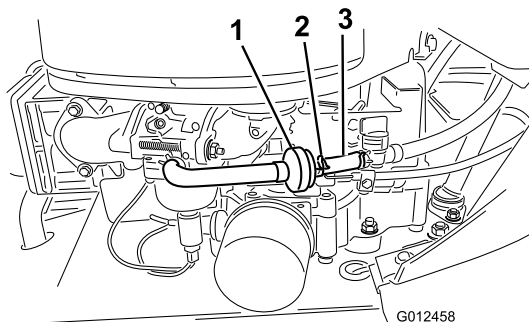

Figure 30
- Enlevez le bouchon de vidange pour permettre à l'huile de s'écouler (Figure 30).
7. Desserrez le collier de serrage au niveau du filtre à carburant et éloignez-le du filtre en le poussant le long de la conduite d'alimentation (Figure 30).
8. Débranchez la conduite d'alimentation du filtre à carburant (Figure 30).
11. Rapprochez le collier de serrage du filtre pour fixer la conduite d'alimentation (Figure 30).
Le meilleur moment pour remplacer le filtre à carburant (Figure 30) est lorsque le réservoir à carburant est vide. Ne réinstallez jamais un filtre à carburant encrassé après l'avoir déposé de la conduite d'alimentation.